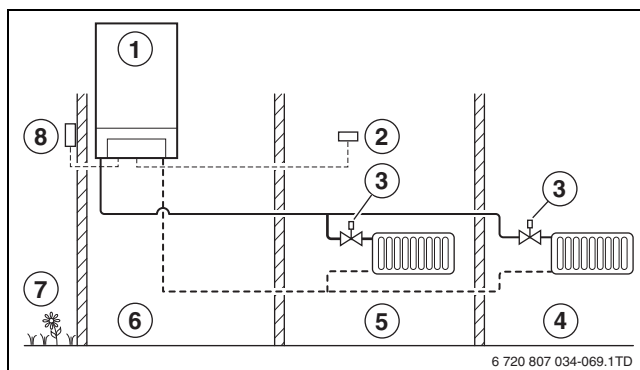

Fig. 24 Principiul de reglare al regulatorului în funcție de temperatura exterioară
- La reglarea în funcție de condițiile atmosferice, este reglată temperatura în toate camerele cu ajutorul ventilelor de radiator termostactice montate pe radiatoare. Puteți alege locul de instalare al regulatorului (→ fig. 24).